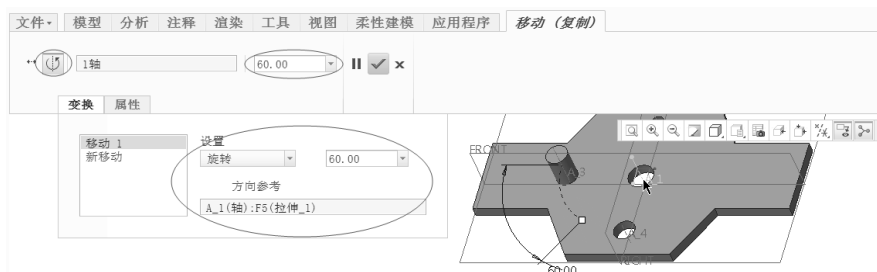

图 5-13 设置旋转变换参考及参数
5) 在“移动 (复制)”选项卡中单击 (相对选定参考旋转特征) 按钮, 在模型窗口中选择“A_1”特征轴, 设置旋转角度值为“60”, 如图 5-13 所示。